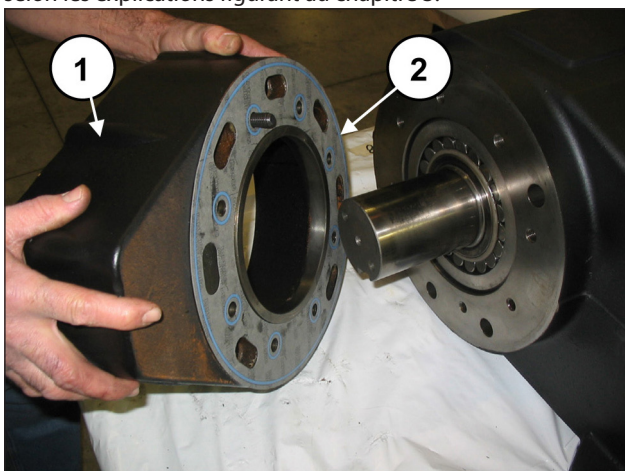
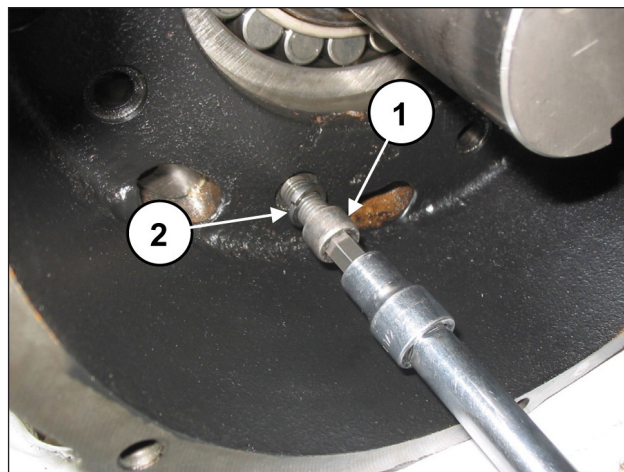
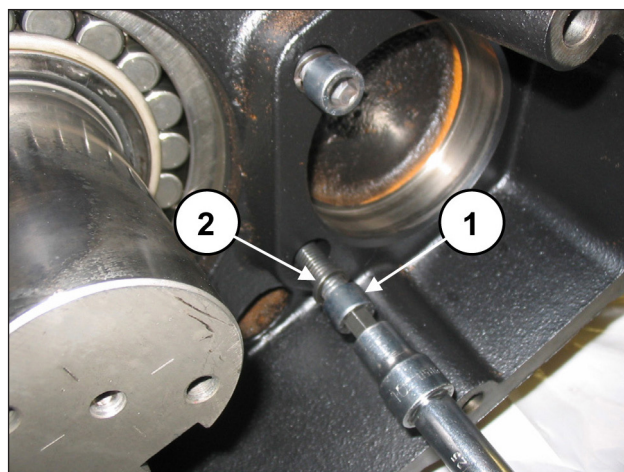

Fig. 45
Fig. 46
Fig. 47
Monter le boîtier du réducteur (rep. ①, Fig. 45) avec son joint (rep. ②, Fig. 45) en utilisant les 6 vis M12x40 (rep. ①, Fig. 46), les 2 vis M12x50 (rep. ①, Fig. 47) et les rondelles Grower Ø12 (rep. ②, Fig. 46 et Fig. 47).